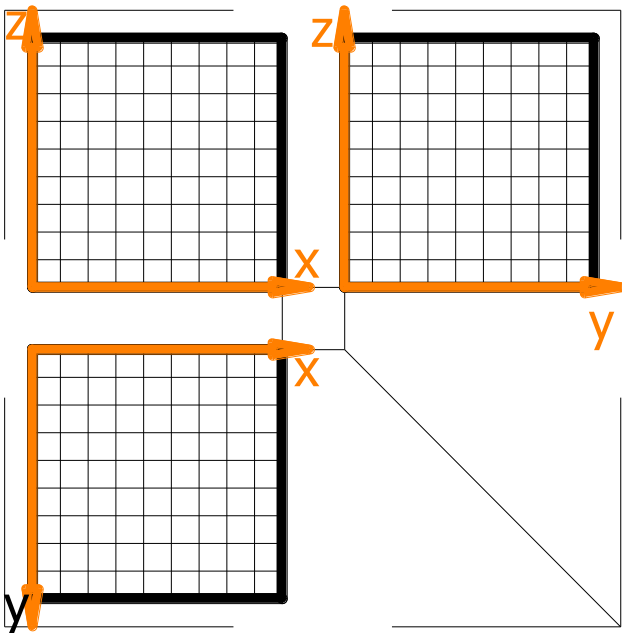

Рис. 8.2.
**Вправа 8.2.** Перенесіть у відповідність із варіантом завдання, представлене в додатку 8 на рис. 8.2.